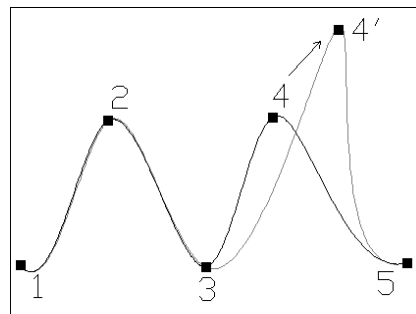

Fig.4.28
- 3 Sélectionner l'option souhaitée. Ainsi, si l'on souhaite, par exemple, déplacer le quatrième point d'interpolation de la courbe (fig.4.28), il convient de choisir l'option **Modifier sommet** (Edit vertex), puis de déplacer le point.
- 6 Entrer la lettre « Q » (X) pour sortir de la commande.